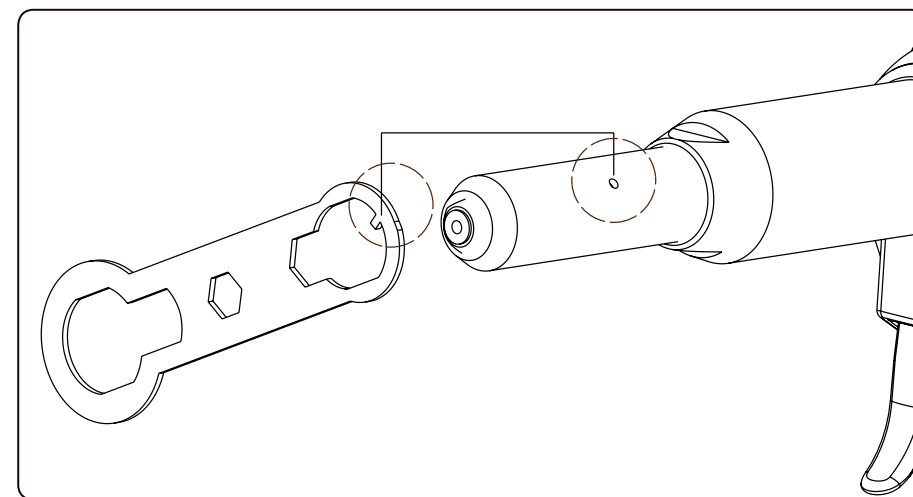

Fig.7, colocación del tope de la llave en el orificio del cañón
• Si necesita acceder a las pinzas (parte 3, fig.8) u otra parte, desenrosque el cañón con la llave suministrada. Para que se pueda desenroscar el cañón con la llave, el saliente en la llave se debe insertar en el orificio en el cañón como tope (fig.7). Antes de cambiar las piezas, apriete y suelte el disparador. Asegure la lubricación suficiente de las piezas en el cañón de la pistola remachadora, sobre todo, después de su cambio. Para la lubricación se debe usar la vaselina para máquinas.